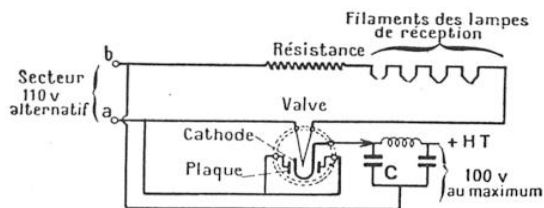

FIG. 10. — MONTAGE D'UN POSTE MINIATURE FONCTIONNANT SUR TOUS COURANTS
de redressement sous 25 volts (1). La tension nécessaire pour le chauffage d'un poste à quatre lampes est donc de $(4 \times 6 \text{ v}) + 25 \text{ v} = 49 \text{ volts}$ environ. Le secteur fournissant normalement 110, le surplus est absorbé par une résistance spéciale mise en série avec les éléments chauffants (fig. 10).
Au contraire, si on inverse le sens du courant, les filaments seront bien chauffés, mais le poste ne fonctionnera pas. En effet, à ce moment, les cathodes de la lampe seront reliées à la borne positive et la valve isolera les plaques de la borne négative, ne pouvant pas laisser passer le courant dans le sens cathode-plaque (fig. 10).